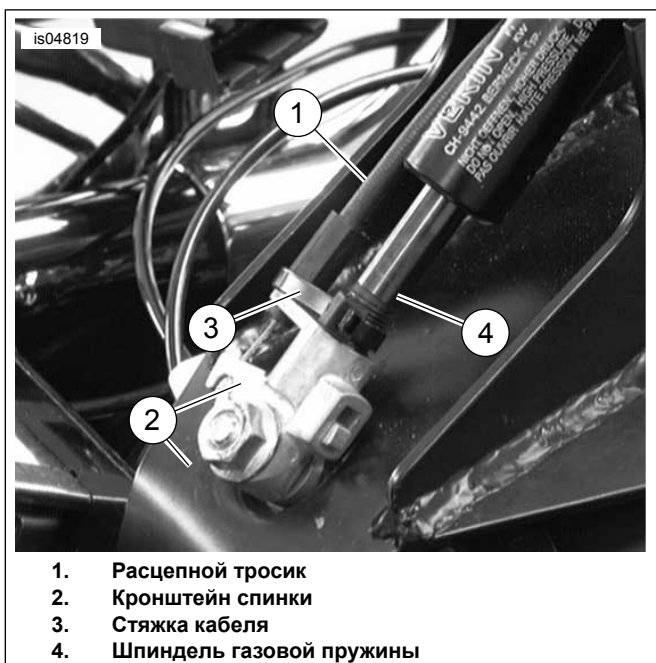

Рисунок 11. Прикрепление тросика к кронштейну спинки
19. См. Рисунок 11 . Прикрепите расцепной тросик (1) к монтажному кронштейну спинки (2), как показано на рисунке.
20. Тщательно закрепите тросик на шпindle газовой пружины (4) с помощью приложенной стяжки кабеля (3). Не допускайте чрезмерной затяжки стяжки кабеля.